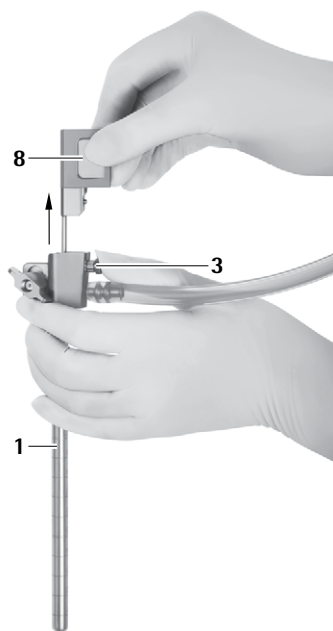

Abb. 10
- Entriegelungsknopf **3** drücken und Obturator für Optikkanal **8** vorsichtig aus MINOP InVent-Trokar **1** herausziehen, siehe Abb. 10.